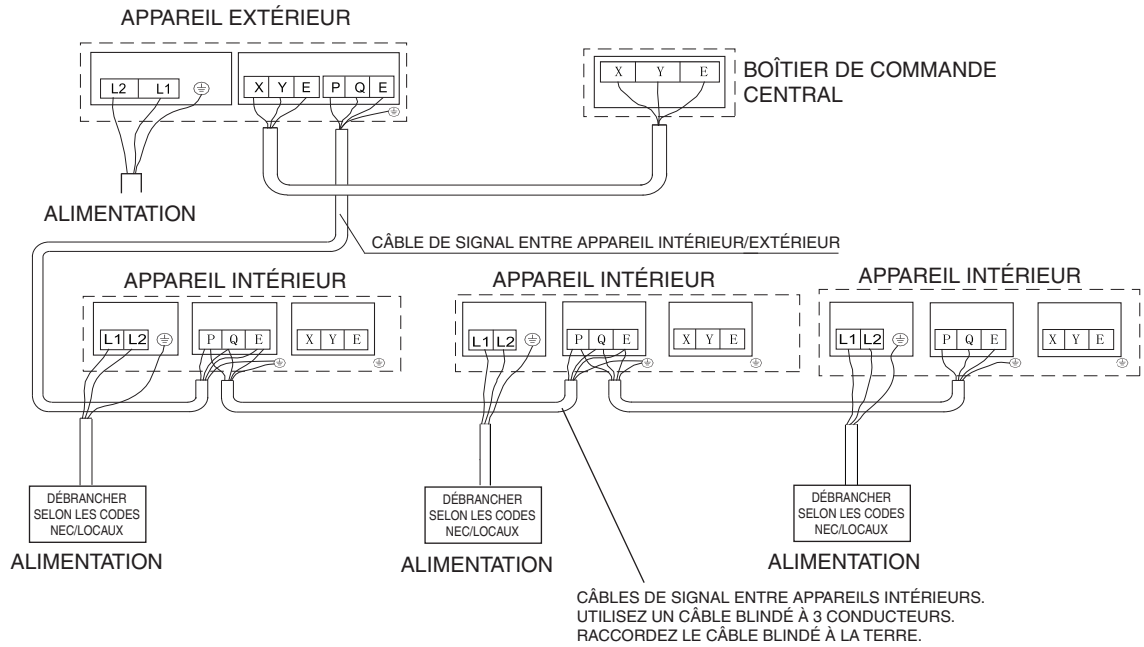

Fig. 11 — Câblage de commande
- Le circuit de commande ne nécessite PAS une source d'alimentation distincte. Reportez-vous à la fig. 11.